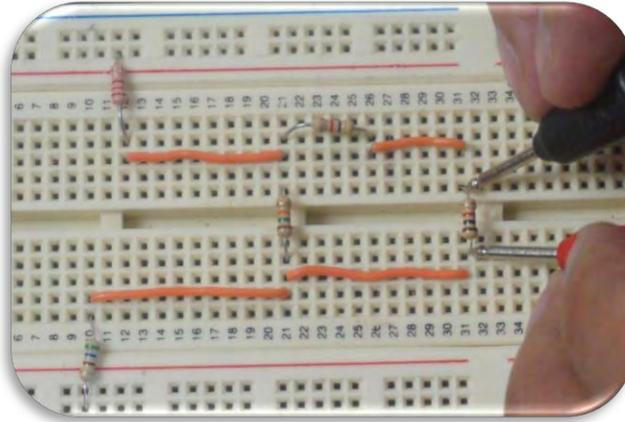

Figura A.9. Colocación de las puntas del multímetro para la medición de voltaje.
4. Coloque las puntas en paralelo al elemento en el que quiera medir su voltaje, en la figura A.9 se muestra la medición de voltaje para una resistencia.